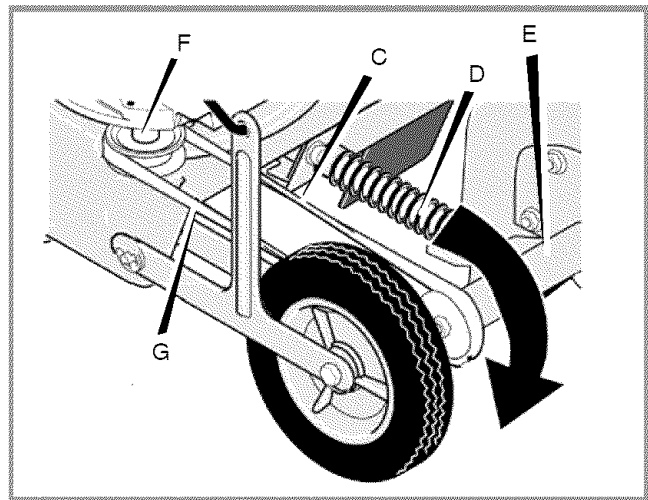
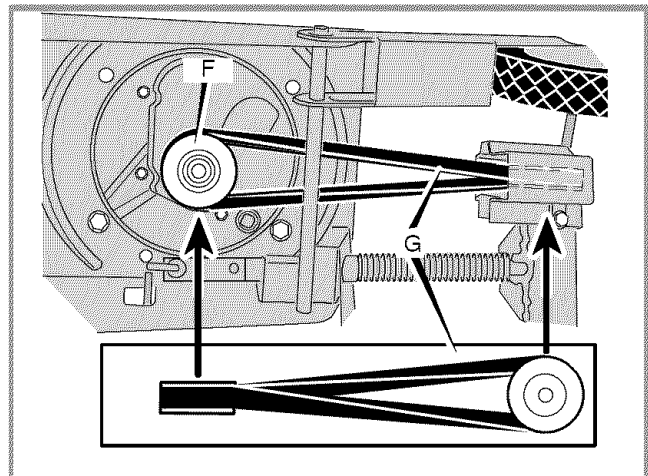

Figura 14: Extracción de la correa
Figura 15: Giro de la correa
- 4 Con cuidado, fíjese en la vuelta de la correa (G) alrededor de la polea motriz (F) (ver Figura 14 y Figura 15).
- 5 Afloje la tensión de la correa empujando la cubierta del buje de la cuchilla (E) hacia el motor para comprimir el resorte (D) (ver Figura 14). Retire la correa vieja. Reemplácela con un repuesto original.
- 6 Para instalar una nueva correa, siga los pasos anteriores en orden inverso. Asegúrese de girar la nueva correa como se muestra en Figura 15.